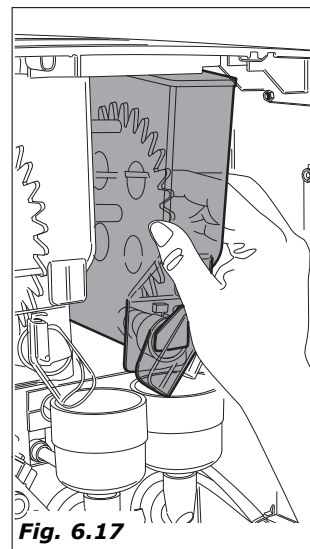

Fig. 6.17
- Enlever tous les bacs produits du distributeur (figure 6.17).